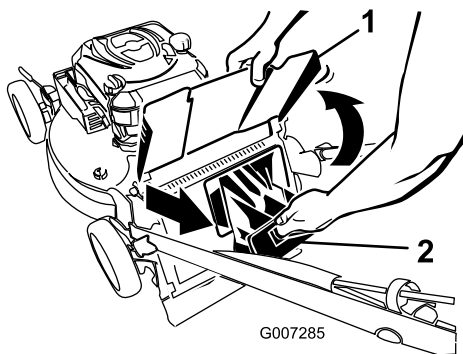

Figura 21
2. Levante y sujete el deflector de descarga (Figura 21).
3. Saque el tapón de descarga trasero (Figura 21).
2. Saque el tapón de descarga trasero (Figura 21).